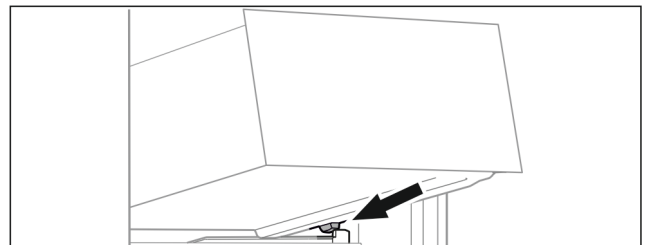

Fig. 138
- Applicare il cassetto inclinandolo dietro i fermi sulla nervatura del contenitore. (vedere Fig. 138)